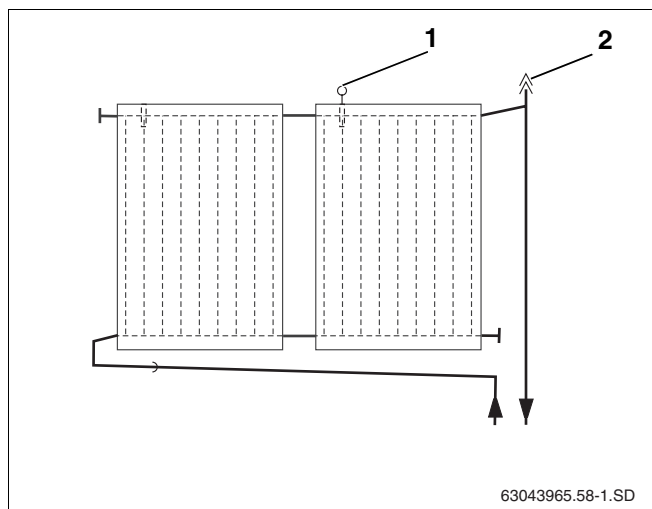

Fig. 36 Disaeratore per raccordo di mandata
Se si desidera disaerare l'impianto solare con un disaeratore automatico (accessorio) nel punto più alto dell'impianto, è necessario installare la tubazione di mandata con pendenza a salire verso il disaeratore (fig. 36, **pos. 2**) e la tubazione di ritorno con pendenza a salire verso il campo di collettori (fig. 36).